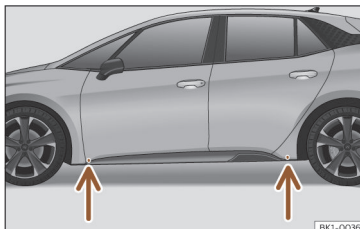
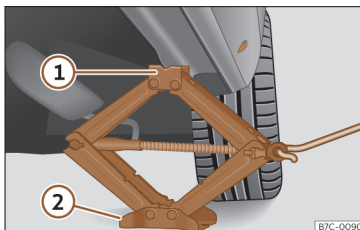

Fig. 40 Pontos de apoio do macaco.
Fig. 41 Longarina: colocação do macaco do veículo.
5. Coloque o macaco das ferramentas de bordo debaixo do ponto de apoio mais próximo da roda a mudar >>> **Fig. 40**. Rode a manivela do macaco para elevá-lo até a patilha ficar sob o alojamento previsto >>> **Fig. 41**.